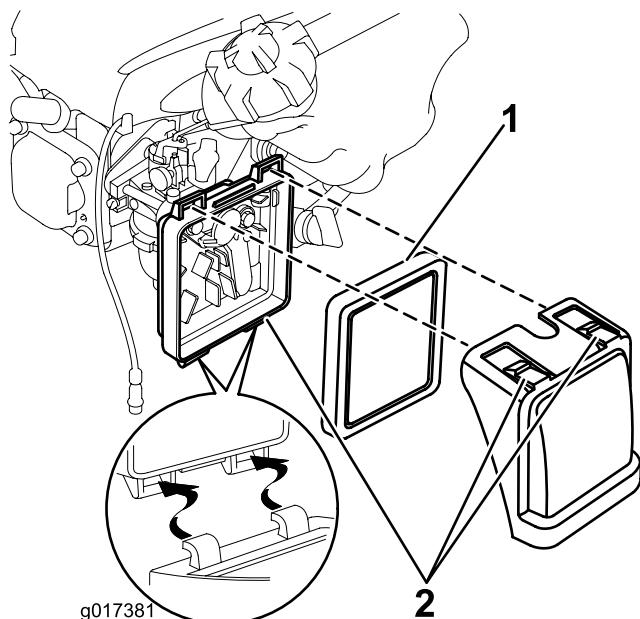

図 16
- エアクリーナカバーの上部についているラッチのタブを押す図 16。
- カバーを開く図 16。
- フィルタを外す図 16。
- フィルタをエアクリーナボディーに取り付ける図 16。
- カバーを取り付ける図 16。